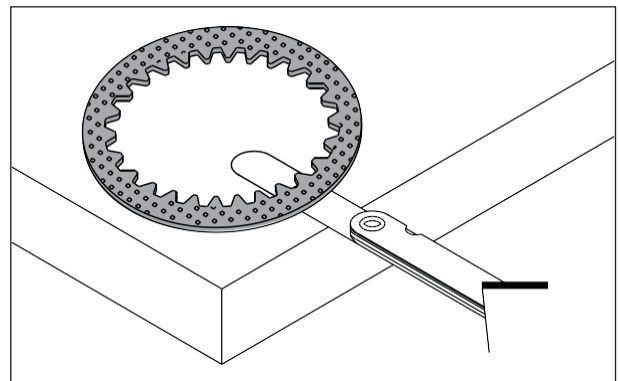

Fig. 3.18
- Revise la deformación de los discos separadores usando las galgas de calibración y una superficie totalmente plana. (Fig. 3.18)